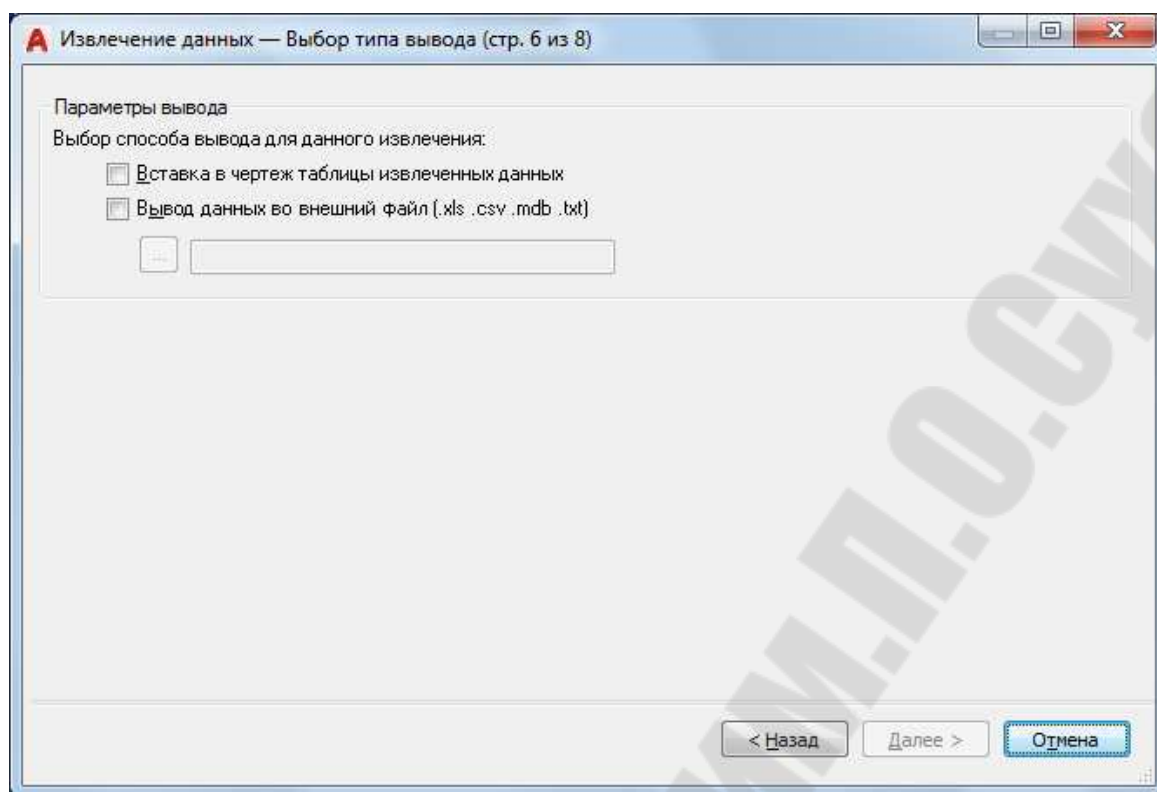

Рис. 2.144. Диалоговое окно «Извлечение данных – Выбор типа вывода»
**Шаг 6. Выбор типа вывода** - установка способа вывода результатов извлечения данных (рис. 2.144): в виде таблицы извлеченных данных с размещением в текущем чертеже или в файл одного из форматов XLS (электронные таблицы Excel), CSV (текст, разделенный запятыми), MDB (базы данных Access) и TXT (текст, разделенный символами табуляции).